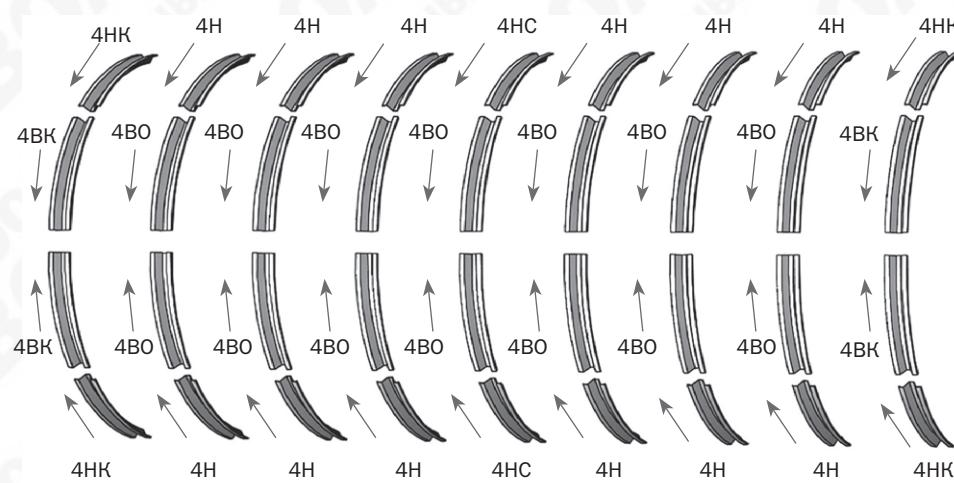

Рис. 5
- Выполняйте сборку в соответствии с фотографиями этапов сборки и узлов, представленными на **рис. 5...14**.